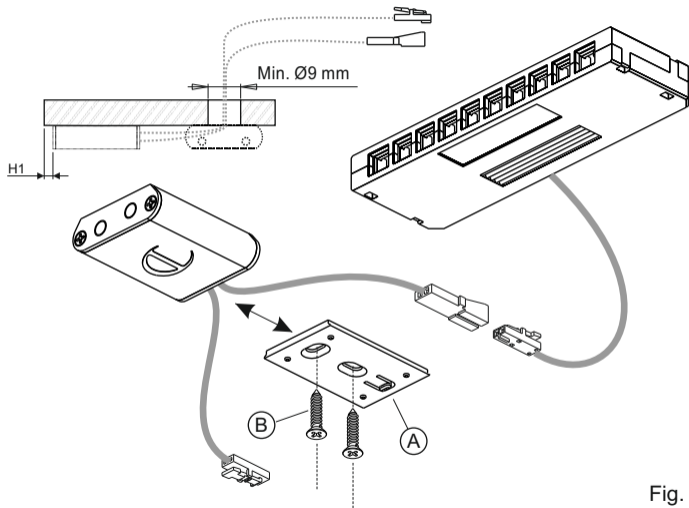
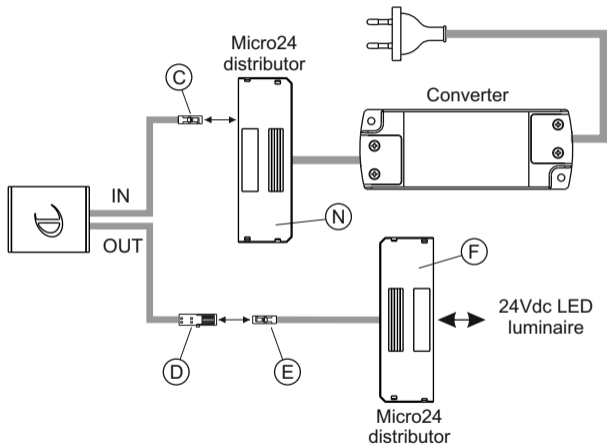

Fig. 1
Fig. 4
- **DOTTI IR** can be installed with the cables in an axial or radial position in relation to the mounting surface. For installations with the power cable in the axial position, drill a $\varnothing \geq 9\text{mm}$ hole in the mounting surface as shown in the example in figure 1. For special requirements, it is nonetheless possible to drill the power cable outlet hole in other positions as long as they do not interfere with the integrity of the cable and/or connector installed on it.
- Fix the bracket (A) in the required position using the screws supplied (B).
- For connection to a 24Vdc power supply (figure 4) insert connector (C) on the **DOTTI IR** input cable (IN) to one of the free slots on the distributor (N) on the Converter secondary cable; then connect connector (D) on the **DOTTI IR** output cable (OUT) to connector (E) on the Micro-24 distributor cable (F).
- **DOTTI IR** kann so installiert werden, dass sich die Kabel in axialer oder radialer Position zur Montagefläche befinden. Für Installationen, bei denen das Netzkabel axial verläuft, wird ein Loch mit einem Durchmesser von $\varnothing \geq 9\text{mm}$ in die Montagefläche gebohrt, wie in Abbildung 1 dargestellt. Für spezifische Anforderungen kann das Loch für den Ausgang des Anschlusskabel auch an anderer Stelle gebohrt werden, sofern die Unversehrtheit des Kabels und/oder des daran installierten Steckverbinders nicht beeinträchtigt wird.
- Den Bügel (A) mit den in der Packung mitgelieferten Schrauben (B) in der gewünschten Position befestigen.
- Für den Anschluss an ein 24 Vdc Netzteil (Abbildung 4) wird der Verbinder (C) des Eingangskabels (IN) von **DOTTI IR** in einen der freien Schlitze des Verteilers (N) gesteckt, welcher sich auf der Sekundärleitung des Converters befindet. Anschließend wird der Verbinder (D) des Ausgangskabels (OUT) von **DOTTI IR** an den Verbinder (E) des Verteilerkabels Micro-24 (F) angeschlossen.
- **DOTTI IR** peut être installé avec les câbles en position axiale ou radiale par rapport au plan de montage. En cas d'installation avec câble d'alimentation en position axiale, percer un trou sur le plan de montage d'un diamètre ≥ 9 mm comme illustré dans l'exemple de la figure 1. Il est toutefois possible, pour des exigences spécifiques, de percer le trou de sortie du câble d'alimentation dans d'autres positions à condition que ces dernières n'endommagent pas le câble et/ou le connecteur y étant monté.
- Fixer l'étrier (A) dans la position souhaitée à l'aide des vis fournies dans l'emballage (B).
- Pour la connexion à une alimentation de 24 Vcc (figure 4), introduire le connecteur (C) du câble d'entrée (IN) de **DOTTI IR** dans l'une des encoches libres du distributeur (N) prévue sur le câble du secondaire du convertisseur ; connecter ensuite le connecteur (D) du câble de sortie (OUT) de **DOTTI IR** au connecteur (E) du câble du distributeur Micro-24 (F).